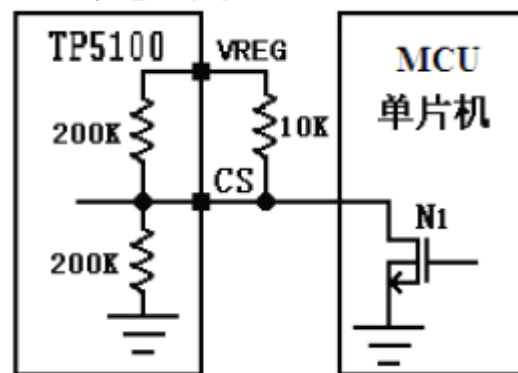

图 4 受外部控制的 8.4V 锂离子电池充电状态与停机状态的切换
8.4V 双节锂离子电池充电状态与停机模式的切换。如图 4 所示，通过一个开漏输出端口与 CS 端连接，如果 NMOS 管栅极输入低电平，N1 截止，此时 CS 端接高电平，则充电截止电压为 8.4V，TP5100 为双节锂离子电池充电。当 NMOS 管栅极输入高电平，N1 导通，此时 CS 端被下拉到 GND，TP5100 为停机模式。VREG 引脚可以输出 5mA 驱动电流，上拉电阻可选 1k-100k。